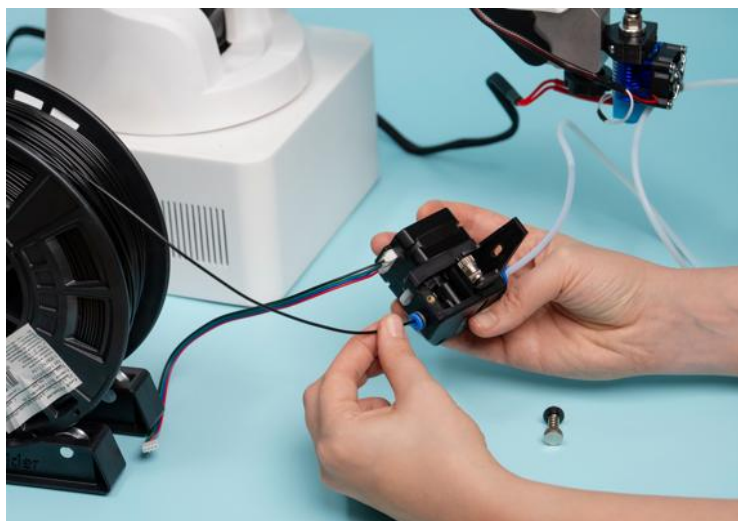

Рисунок 25 – Заправка пластиковой нити в экструдер
- 4) Возьмите пластиковую нить и заправьте ее через экструдер по тefлоновой трубке до печатающей головки (до упора) (см. Рисунок 25).